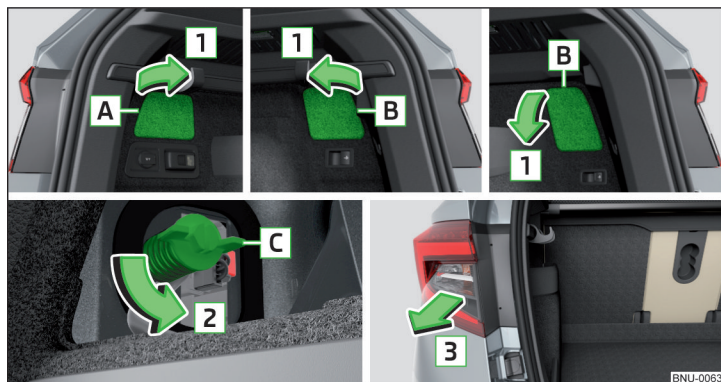

Fig. 348 Desinstalar la variante de apertura para la caperuza / lámpara
- › Abrir la caperuza **A** o **B** correspondiente en el sentido de la flecha **1** » fig. 348. Las variantes de apertura para la caperuza **B** derecha son diferentes según el equipamiento.
- › Enrosque el tornillo **C** en sentido contrario de la flecha **2** » fig. 348.